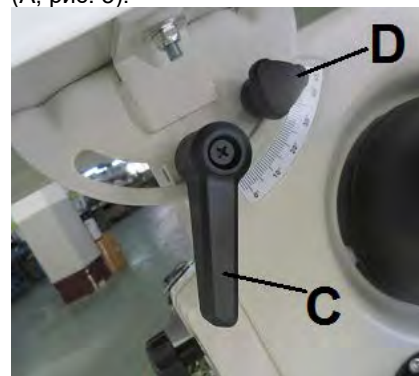

Рис. 7
- Поместите рабочий стол (J, рис.1) на корпус станка сзади. Зафиксируйте рабочий стол с помощью шайбы, фиксатора (C, Рис.7) и фиксирующей ручки (D, Рис.7).
- Вставьте и затяните фиксатор (C, Рис.7)